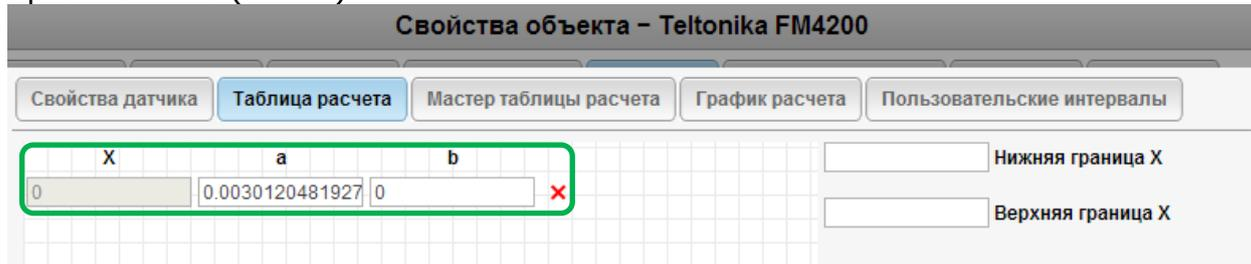

Рисунок 6
2.2.3. Перейти на вкладку Таблица расчета и проконтролировать ее правильность (Рис. 6):